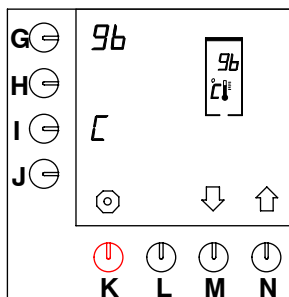

Fig. 40 Ajuste de la temperatura
- Una vez introducido el código PIN maestro, apreta tres veces la tecla de selección (N.)⏏ hasta que aparezca en el display fig. 40 .